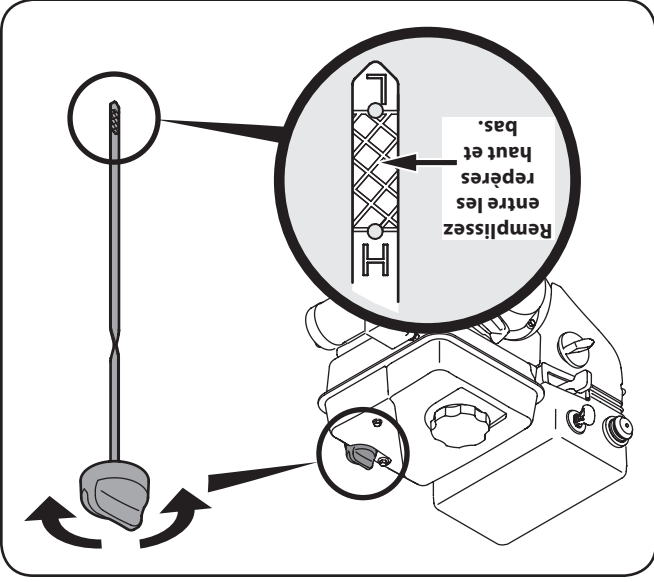

Figure 3-2
le repère haut (H). Voir la Figure 3-2 ou 3-3, selon celui qui
- Maintenir le niveau d'huile entre les repères haut (H) et bas (L) de la jauge à huile ou à la limite de débordement dans le cas d'un moteur sans jauge à huile. Voir la Figure 3-2.
1. Enlevez le capuchon de remplissage de l'huile et essuyez la jauge à huile. Voir la Fig. 3-2.
3. Enlevez le capuchon de remplissage de l'huile. Si le niveau d'huile est bas, ajoutez lentement de l'huile jusqu'à ce que le niveau d'huile soit entre les repères haut (H) et le bas (L). Voir la Fig. 3-2.